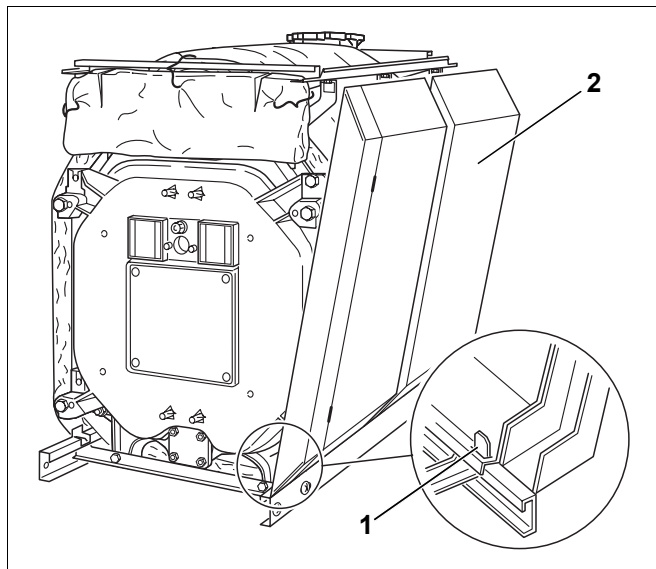

Bild 50 Seitenwandteile einhängen
- Die vorderen Seitenwände (Bild 50, **Pos. 2**) links und rechts unten in die hochgebogenen Laschen der Sockelschienen (Bild 50, **Pos. 1**) einhängen und dann oben über die Abkantung der Längsschienen schieben.